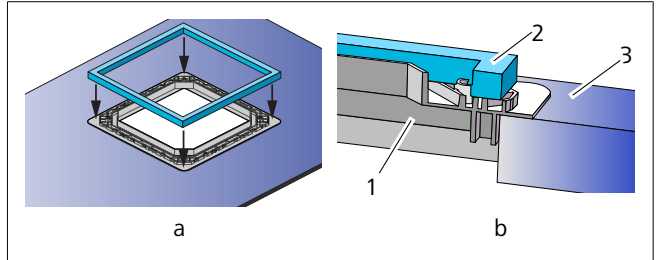

Fig. 13 Montaje de la junta en un bastidor adaptador (recorte de tamaño 400 x 400)
1. Retire el papel de soporte y pegue la junta al bastidor adaptador (recorte de tamaño 400 x 400). Véase la Fig. 13 a y b.